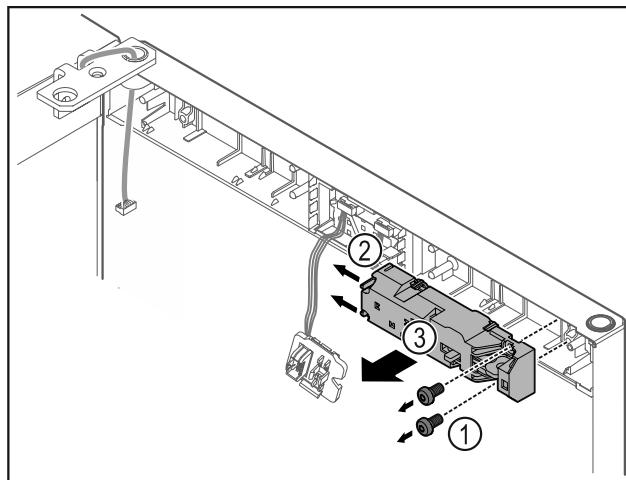

Fig. 18
- ▶ Vegye ki a csavarokat Fig. 18 (1).
- ▶ Tolja el oldalra a reteszelő nyelveket Fig. 18 (2), majd vegye le a zárat Fig. 18 (3).